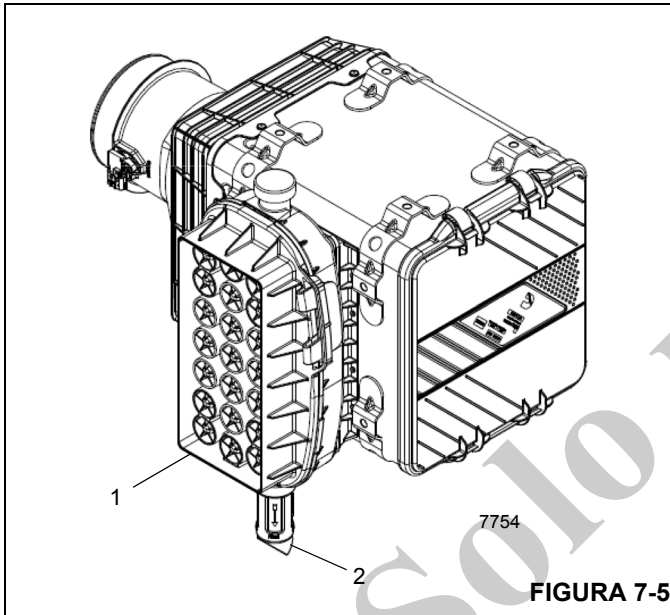
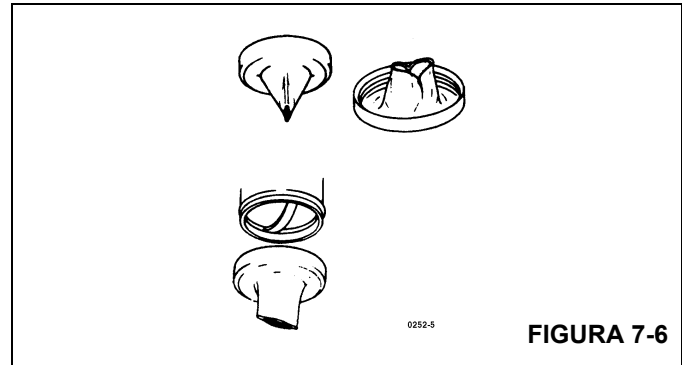

FIGURA 7-5
FIGURA 7-6
El prefiltro (1) (Figura 7-5) impide que los desechos grandes entren en el filtro de aire y debe limpiarse periódicamente, en especial si se trabaja en condiciones de mucho polvo. Quite la mitad superior del prefiltro soltando los dos pestillos que están a los lados del prefiltro. Retire todos los desechos del interior del prefiltro y vuelva a armarlo.
Las válvulas de descarga (2, Figura 7-5) (Figura 7-6) están diseñadas para expulsar automáticamente el polvo suelto y la suciedad del cuerpo del filtro de aire, de esta manera alargando la vida útil del elemento. Los rebordes de la válvula deben apuntar directamente hacia abajo y se deben mantener libres de desechos para que funcionen de manera efectiva. El lodo y la suciedad se pueden acumular en estos rebordes periódicamente y mantenerlos abiertos durante el funcionamiento del motor.